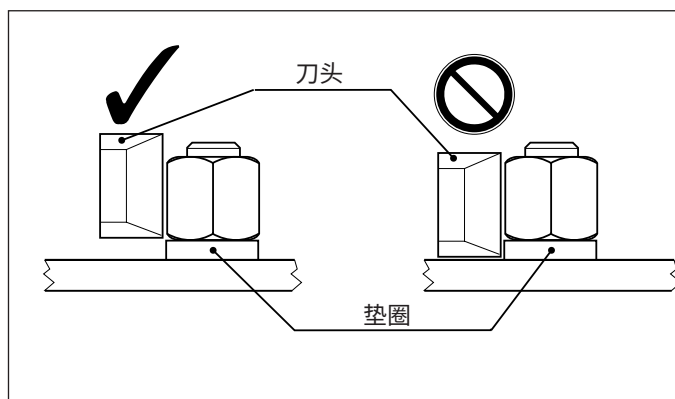

图 8: 刀头位置
7. 确保切割头的底面座落在法兰面之上, 确保刀头尽量接近螺母的底部。但是, 如果螺母之下有垫圈, 应确保螺母劈开器的位置让刀头不会接触到垫圈。参见图 8。